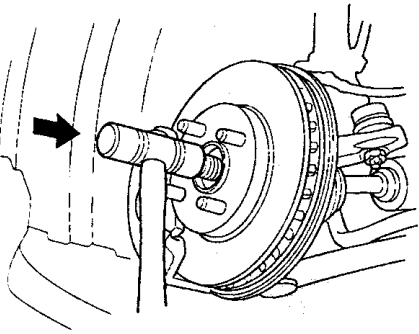

图 6-59 将半轴外球笼从前轮毂
7) 如图 6-59 所示, 使用塑料槌, 将半轴外球笼从前轮毂上拆卸下来。